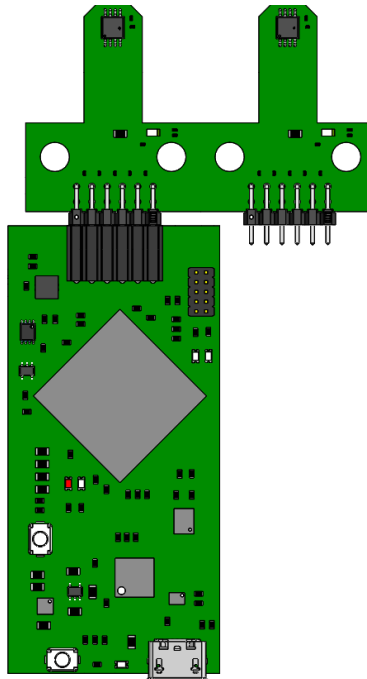

图 4-1. TI-SCB 控制器上的 EVM
2. 将 EVM 连接到传感器控制板 (TI-SCB) (请参阅图 4-1)。
要将 EVM 与随附的 TI-SCB 控制器配合使用，请按照图 4-1 所示连接 EVM。